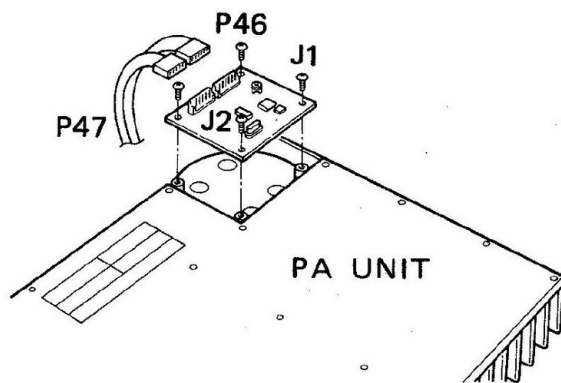

Fig. 2
- 5) Collegare P47 (5 pin) da LOGIC e FRONT UNITS a J2 su UT-34 (Fig. 2).